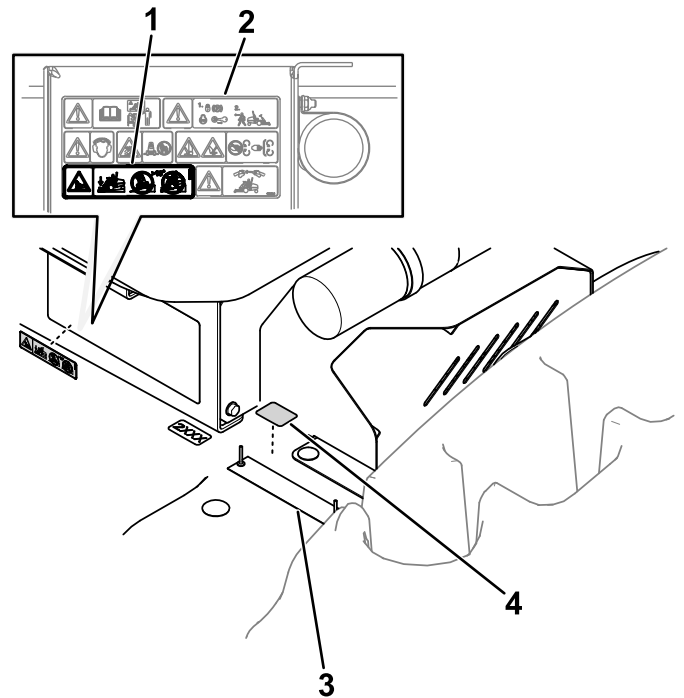

図 14
2. シリアルプレートの上に図 14に示すように貼り付ける。
3. 図 14に示すように、警告デカルの所定領域に貼り付ける。
重要 図 14に示す貼り付け場所にごみや水分がないことを確認してください。